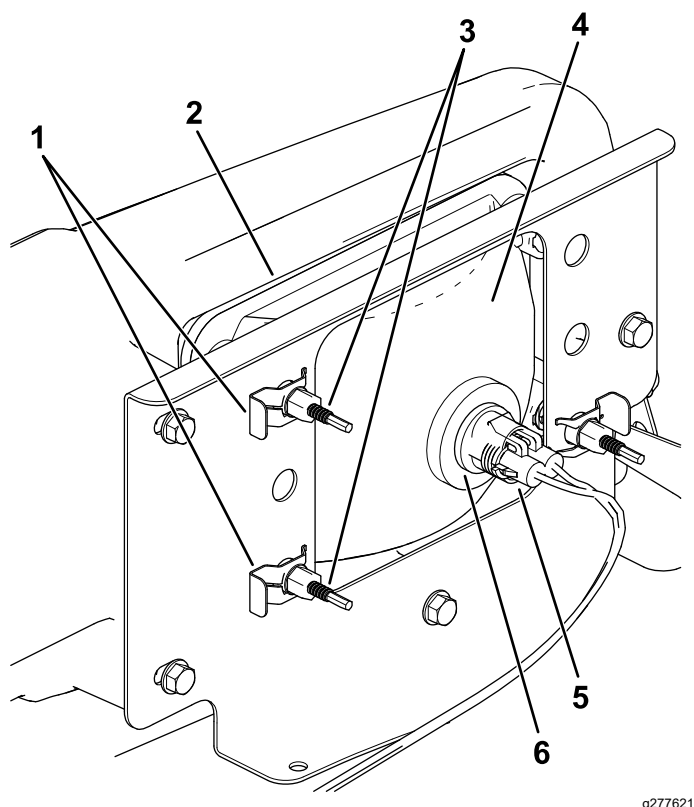

Figura 41
3. Deconectai conectorul electric al cablajului de la conectorul ansamblului de lămpi (Figura 41).
- Îndepărtați clemele care fixează farul în consola acestuia (Figura 41).
- Scoateți ansamblul farului deplasându-l în față prin deschiderea din bara de protecție față (Figura 41).
- Instalați farul nou prin deschiderea din bara de protecție (Figura 41).
- Conectați conectorul electric al cablajului la conectorul ansamblului lămpii (Figura 41).
- În partea din spate a ansamblului farului, rotiți uruburile de reglare (Figura 41) pentru a pivota ansamblul farului și pentru a alinia poziția fasciculului.